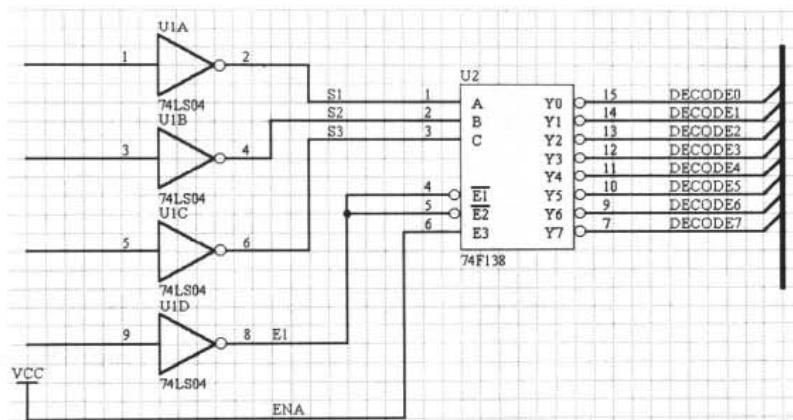

图 4-40 放置网络标号实例
- (1) 执行菜单命令 Place | Net Label，或用鼠标左键单击电路绘图工具栏 Place Net Label 按钮 ，或按下 Alt+P+N 键，即进入放置网络标号的状态。
- (2) 执行命令后，光标形状变成了十字形状，并附上了一虚框浮动的网络标号，按下空格键改变网络标号的放置方向。
- (3) 移动十字光标到适当位置，单击鼠标左键或按下 Enter 键放置一个网络标号。
- (4) 此时系统仍然处于放置网络标号状态，可以继续放置其他网络标号，或者单击鼠标右键，或按下 Esc 键弹出放置网络标号状态。第一次使用 Protel 99 SE 时，默认的网络标号为 NetLabel1，第二次放置的网络标号为 NetLabel2，依此类推。放置网络标号的过程中，可以使用网络标号属性设置对话框随时更改网络标号。如果所定义的网络标号的最后一位或几位是数字，在下一次放置网络标号时，网络标号最后的数字将自动加 1，如图 4-40 所示。